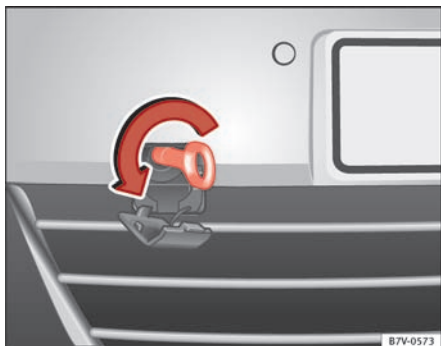

Fig. 215 I stødfangeren forrest til højre: Sådan skrues slæbebøjlet i.
Holderen til slæbebøjlet, som kan skrues i, er placeret forrest til højre i stødfangeren ⇒ Fig. 215.
- Skru slæbebøjlet **mod uret** og så fast i holderen som muligt ⇒ Fig. 215 ⇒ ①. Anvend en egnet genstand til at skruer slæbebøjlet helt ind i holderen og fast.